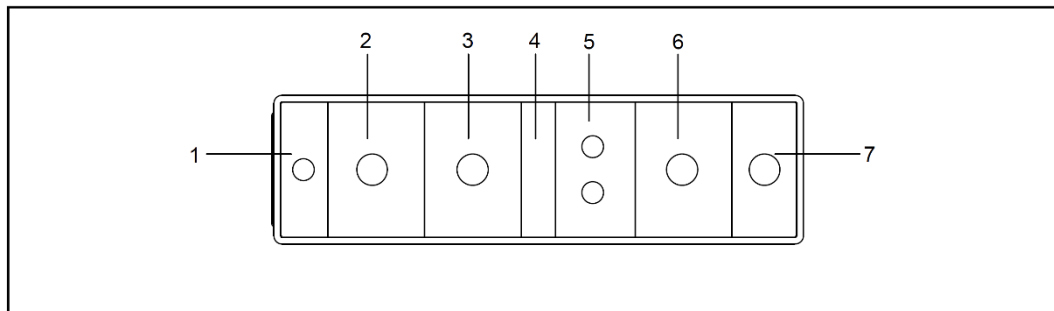

Figura 3-34 Setas de combinação traseiras esquerdas
- 1) Setas de combinação traseiras esquerdas (na parte traseira esquerda da estrutura do chassi) Consulte a Figura 3-34.